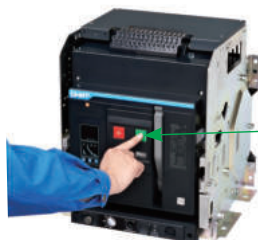

图16 手动合闸操作
- 合闸：当断路器处于分闸储能状态时(如带有欠电压脱扣器,请先确保欠压已通电吸合)，如图16按下绿色“|”按钮，断路器合闸，断路器由分闸储能状态转换为合闸释能状态。